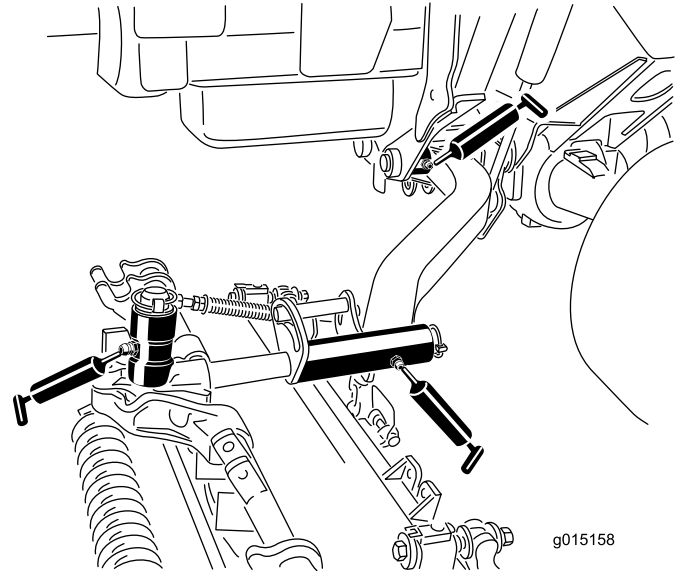

**Figura 69**
- Articulaciones esféricas del cilindro de dirección (2) (Figura 69)
- Articulaciones esféricas de las bielas (2) (Figura 69)
- Casquillos del pivote de dirección (2) (Figura 69). **El punto de engrase superior del pivote de dirección debe lubricarse solamente cada año (2 aplicaciones).**